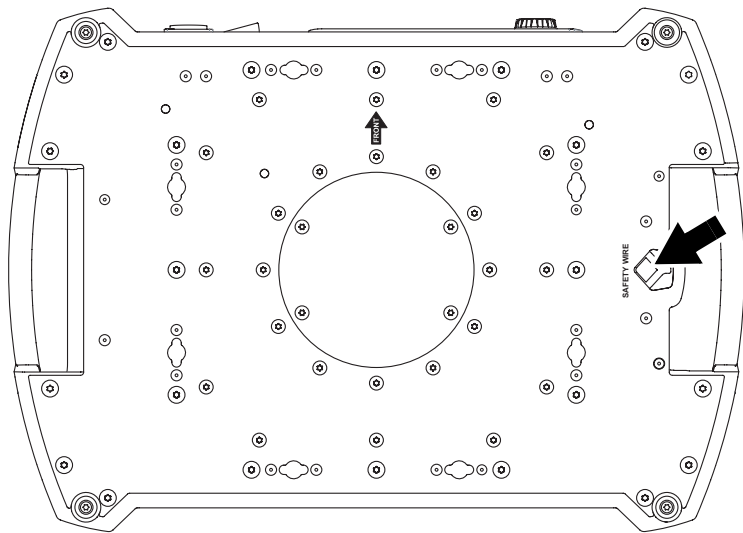

Bild 6: Ankerpunkt des Sicherungsseiles
6. Siehe Bild 6. Montieren Sie ein zugelassenes Fangseil, das für das Gewicht des Gerätes ausgelegt ist. Führen Sie das Fangseil durch den Ankerpunkt an der Basis des Gerätes (Pfeil) und durch einen sicheren, zweiten Ankerpunkt. Das Gerät muss zuverlässig gehalten werden, wenn die primären Anschlagmittel versagen.